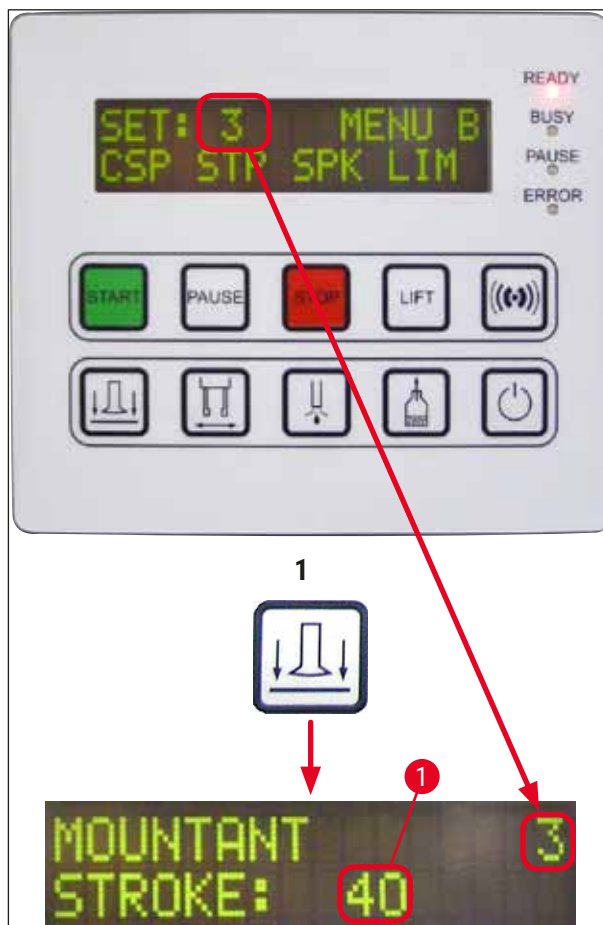

Fig. 40
1. Para modificar la longitud de la aplicación del medio de cubrición (**STK**), pulsar la tecla **RELEASE COVERSLIP** (→ Fig. 40).